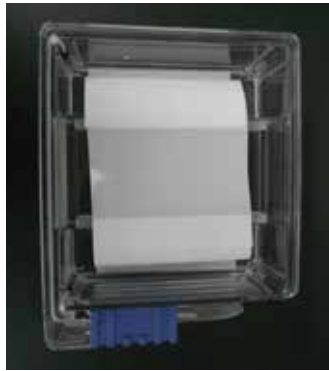

図5
- 5 1 で平衡化した親水性ポリマーコーティング膜を、余分な水分を軽く除いた上で、4 のろ紙側にブリッジ掛けになるようにセットします (図5)。